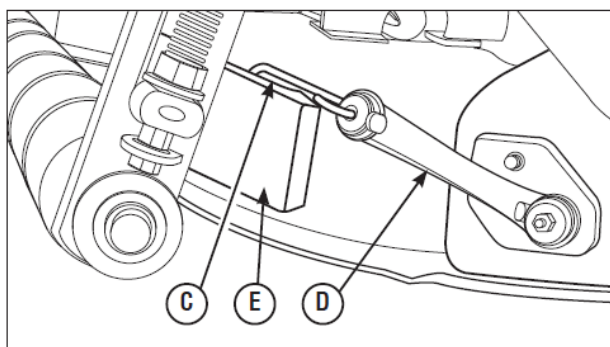

図 15
6. 取り付け用ストラップ（図 15 の D）のフック（C）をローラーバー支援ブラケット（E）に固定してください。